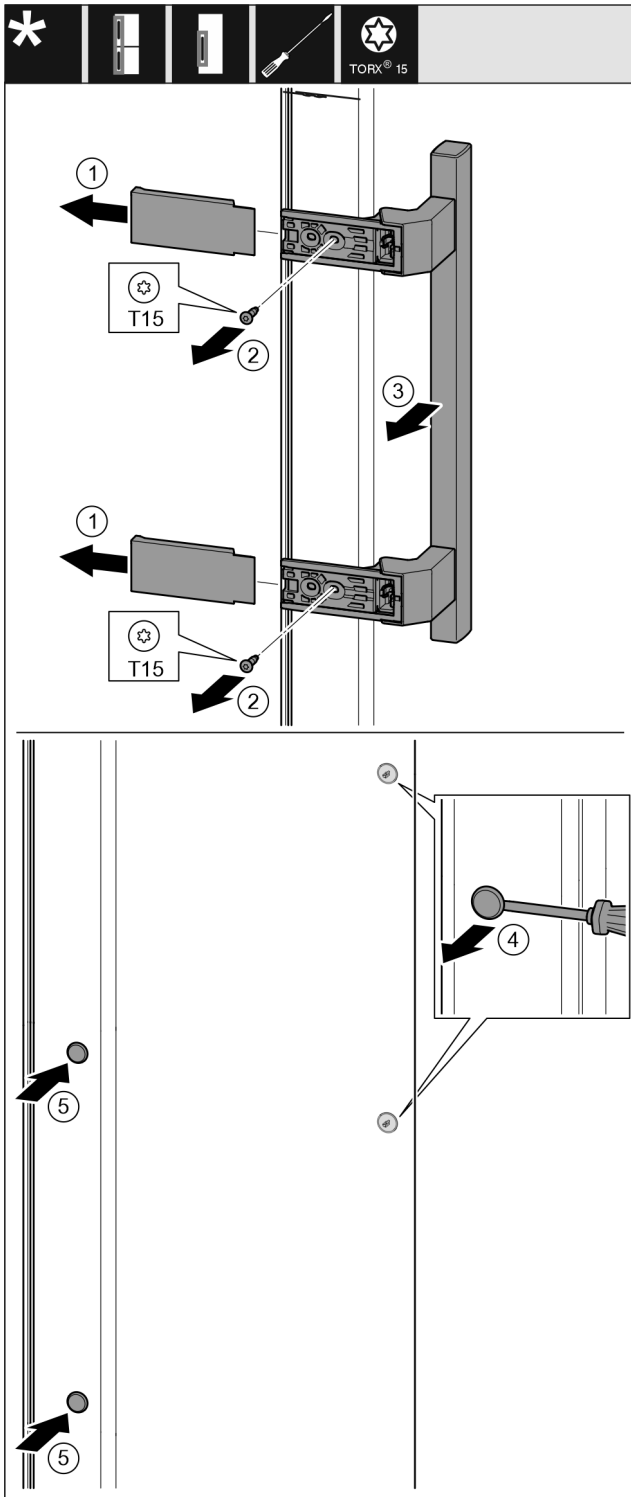

Fig. 14
- ▶ Snemite pokrov. Fig. 14 (1)
- ▶ Vijake odvijte z izvijačem Torx 15. Fig. 14 (2)
- ▶ Snemite ročaj. Fig. 14 (3)
- ▶ S ploščatim izvijačem previdno dvignite stranski čep in ga izvlecite. Fig. 14 (4)
- ▶ Čep ponovno vstavite na drugi strani. Fig. 14 (5)